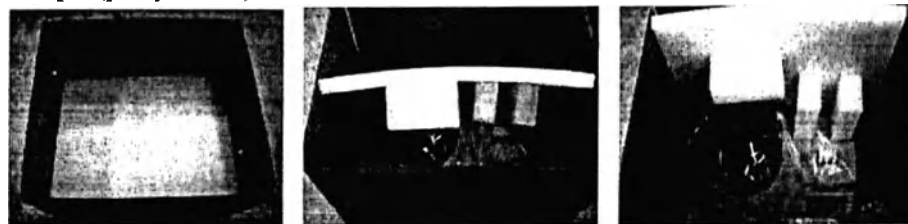

Рисунок 3. Распаковка анализатора
- Откройте коробку сверху и достаньте полиэтилен, который удерживает верхнюю часть анализатора (рисунок 3).